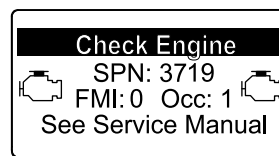

Рисунок 74
- Предупреждение о двигателе SPN 3719, FMI 0 (Рисунок 74)